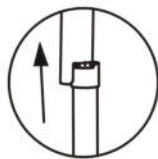
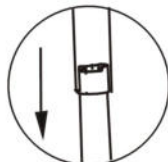

Figure a-1
Figure a-2
- 3) Uitklappen: til het loopdek iets omhoog zodat de verbindingstang boven de cilinderbuis uitsteekt (zie afbeelding a-1). Houd de verbindingstang met uw voet in de juiste positie en druk het loopdek met de nodige kracht naar beneden (zie afbeelding a-2). Verwijder uw voet en blijf het loopdek naar beneden drukken. Door het gewicht van het loopdek schuift de verbindingstang in de cilinderbuis waardoor het loopdek weer horizontaal staat.